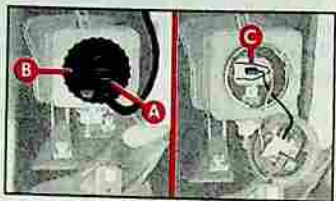

fig. 23
3) Dégager la connexion **A**-fig. 23 en appuyant sur la languette **A**-fig. 23.